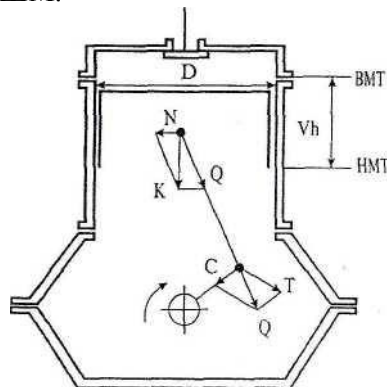

Рис. 1. Схема одноцилиндрового двигателя
Сгорание рабочей смеси в цилиндре сопровождается повышением, температуры и давления газов. Давление газов, воспринимаемое перемещающимся вниз поршнем, можно представить в виде сосредоточенной силы K (рис. 1). Разложим эту силу на две составляющие, одна из которых Q действует вдоль шатуна, а другая прижимает поршень к стенке цилиндра. Сила N вызывает износ внутренней поверхности цилиндра, называемой зеркалом цилиндра, и боковой
1. Вычертить схему одноцилиндрового двигателя внутреннего сгорания. Нанести на схему сосредоточенную силу газов K , разложить эту силу на составляющие N и Q . Уяснить чем воспринимается сила C и что создает сила T (см. рис.1).